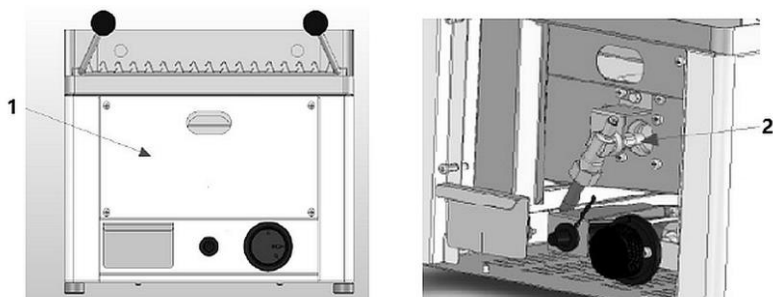

Fig. 3
- Byt ut huvudbrännarens munstycke (2, fig. 3)